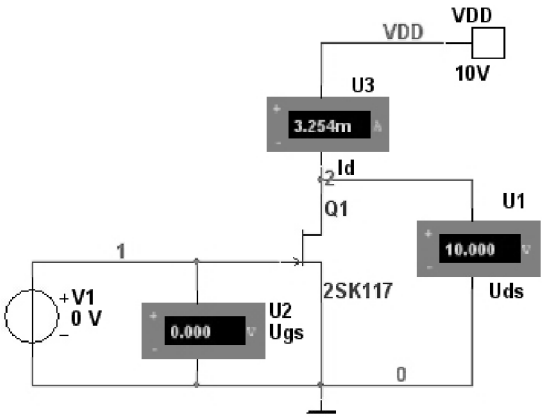

图 6-34 测量跨导 g_m 仿真分析
2. 搭建图 6-33 所示结型场效应晶体管共源放大电路和图 6-34 所示测量跨导 g_m 仿真电路
单仿真开关激活图 6-34 电路, 记录栅源电压 U_{gs} 为 0 时的漏极电流 I_d 于表 6-3 中。将栅极电源电压改为 2V, 再单击仿真开关, 记录栅源电压 U_{gs} 为 2V 时的漏电流 I_d 于表 6-3 中。则漏极电流的变化量 $\Delta I_d = I_{d1} - I_{d2}$, 栅源电压变化量 $\Delta U_{gs} = U_{gs1} - U_{gs2}$ 。根据 ΔI_d 和 ΔU_{gs} , 计算结型场效应晶体管的跨导 g_m 。